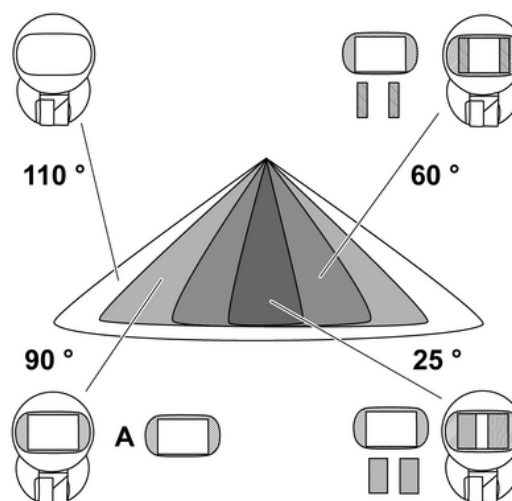

Figure 4: Zone de détection avec cache A
- Mettre en place le cache **A**(figure 4).